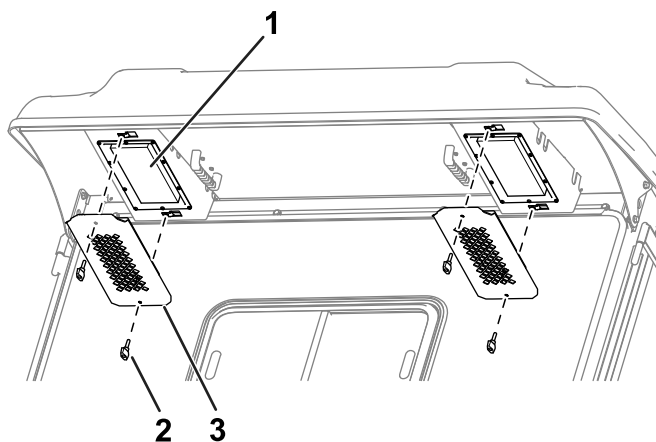

Рисунок 86
1. Снимите ручки и решетки с задней выступающей части кабины (Рисунок 86).
4. Установите фильтр в кабину с помощью ручек и решеток (Рисунок 86).